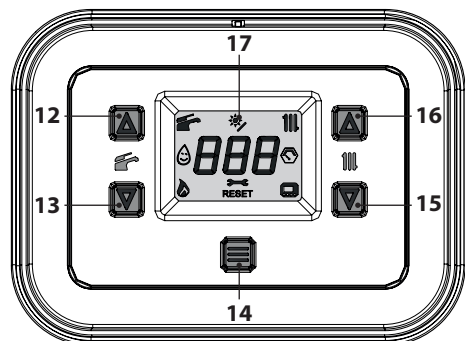
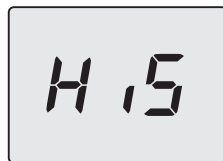

Figura 6.6
Figura 6.8
- Tenere premuto per 5 secondi il tasto 14 fino a far apparire sul display entrambe i simboli  e  (Figura 6.6).
- Entrare in "modalità programmazione" premendo contemporaneamente per 5 secondi i tasti 13 e 15 (Figura 6.6) fino a far apparire sul display LCD le lettere **HiS** che indicano il menu "Storico delle caldaia" (Figura 6.8).
- Premere il tasto 14 (Figura 6.6) per attivare la funzione. Il display visualizzerà quanto segue (Figura 6.10 e Figura 6.11).
- tenere premuti contemporaneamente i tasti 13 e 15 per 5 sec. (Figura 6.6) (ritorno al livello precedente).
- Spegnere la caldaia tenendo premuto per 5 secondi il tasto 14 (Figura 6.6) fino a far apparire sul display LCD il simbolo **— — —** (i trattini vengono accesi in sequenza per simulare uno scorrimento) (Figura 6.5).